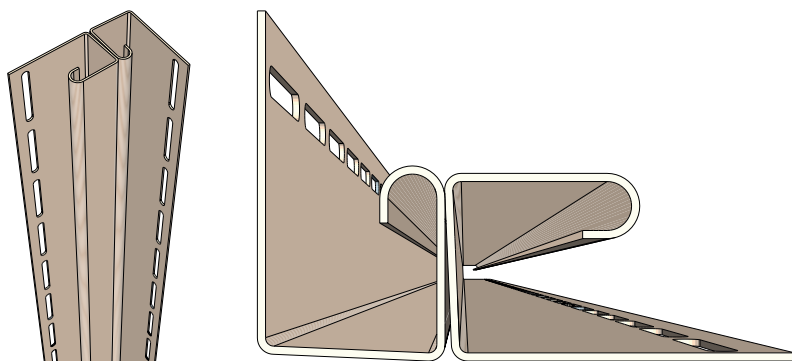

Рисунок 38
13.1 Для обрамления внутреннего угла нужно использовать два J-профиля универсальных 7/8 (рис. 38). Смонтируете внутренний угол, состоящий из двух J-профилей 7/8, вывесив его в верхней части, согласно пункту 6.7, с соблюдением общих правил монтажа. Монтаж аналогичен наружному углу (пункт 11).